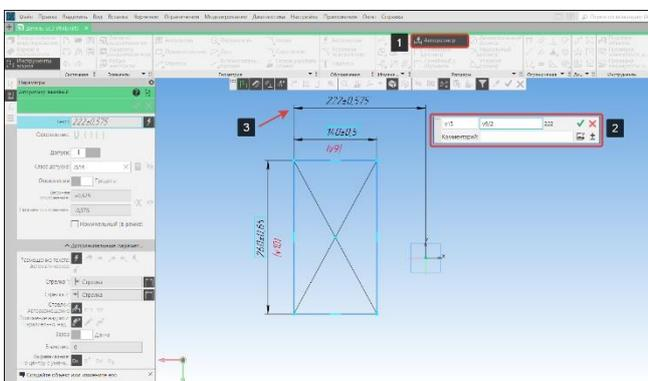

Рисунок 44 – Привязка эскиза к началу координат
- В панели размеры выберем команду авторазмер (1) и проставим горизонтальный размер (3) как показано на Рисунок 44;
- В окне установки размеров (2) (Рисунок 44) в поле выражение (2) (Рисунок 38) введем арифметическое выражение: $V9/2$, где $V9$ переменная горизонтального размера со значением 140 мм. Значение переменных может не совпадать, зависит от количества проставленных размеров в эскизе и операций в модели;